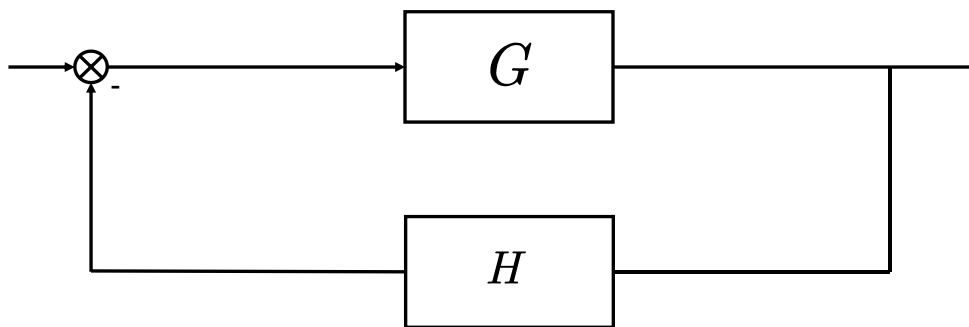
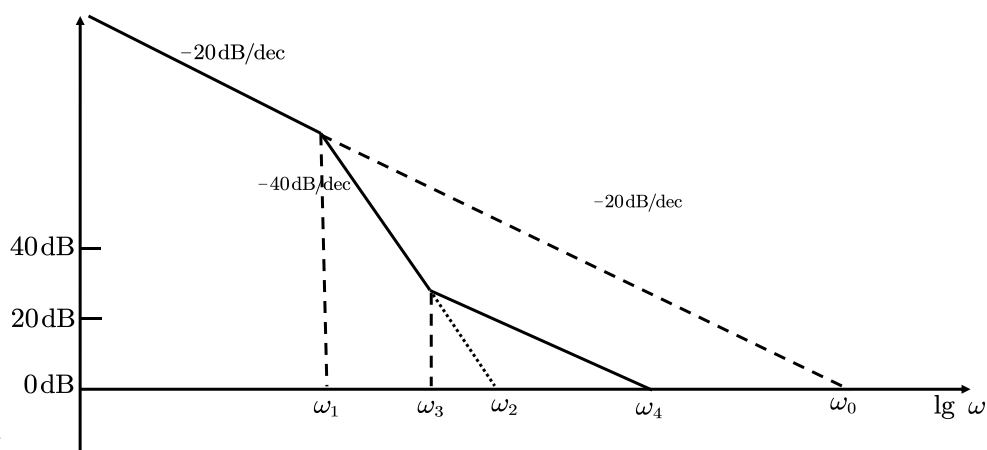

图 3
图 4
- (1) 应该覆盖输入信号和扰动信号的频谱范围。依据是对信号的频谱分析和跟踪误差分析；
- (2) 应该满足抑制高频噪声的要求。依据是对系统等效噪声带宽的计算和对噪声信号频谱分析的结果；
- (3) 应该满足鲁棒稳定性要求。依据是模型不确定性界函数。
- (4) 应该考虑系统结构的要求。依据是应使机械谐振发生的频率高于五倍的系统带宽，多回路系统内回路带宽应高于外回路带宽的五倍。
15. 系统结构如图 3, $G(s)$ 的 Bode 图如图 4 所示, $H(s) = 0.1$ 。据此在图 4 中绘制出系统的闭环幅频特性草图, 并给出闭环系统 -3dB 带宽的频率。